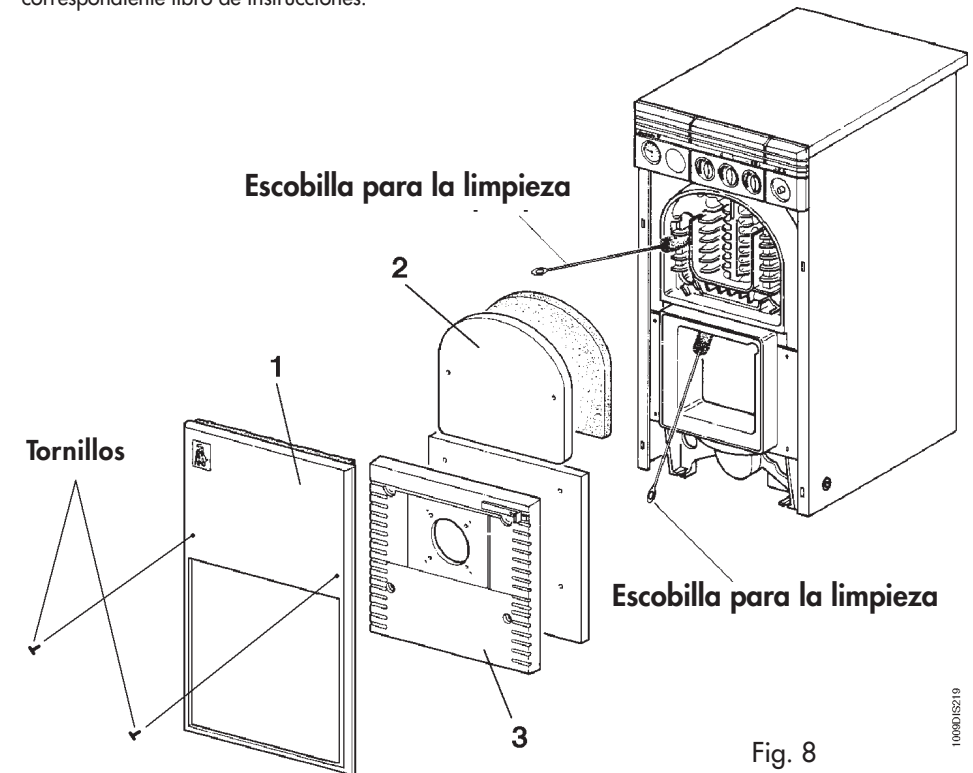

Fig. 8
- Quitar los paneles 1, 2 y 3 (Fig. 8);